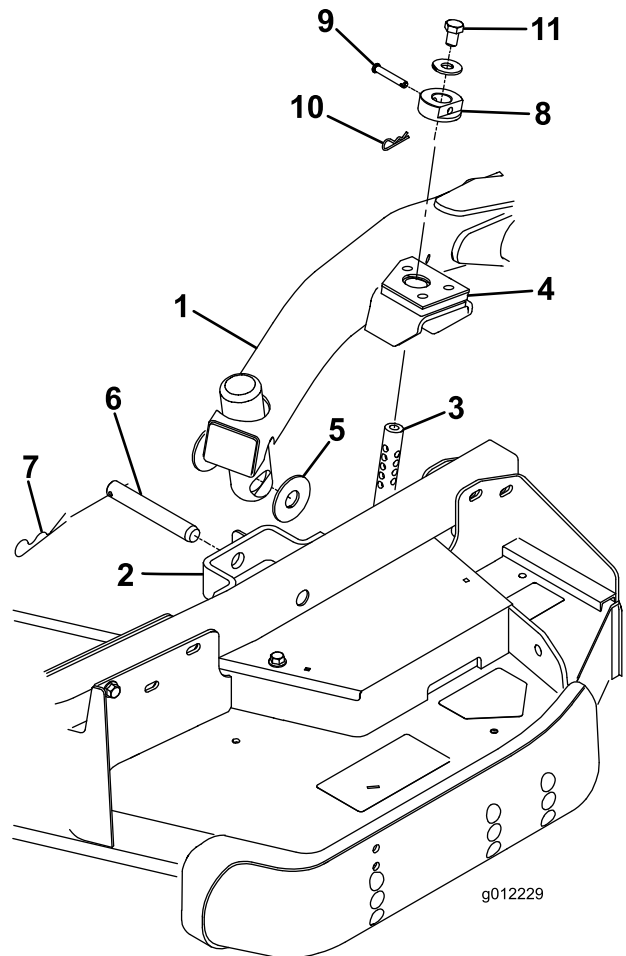

図 4
- 昇降レバーをフロート位置とする。昇降アームを押し下げて、昇降アームについている穴とキャスト・アーム・ブラケットについている穴を整列させ、昇降アームのパッドに刈高ロッドを挿入できるようにする (図 4)
- スラスト・ワッシャ 2 枚、クレビス・ピン、ヘアピン・コッターを使って、昇降アームをキャスト・アームに固定する。スラスト・ワッシャは昇降アームとキャスト・アーム・ブラケットの間に入れる (図 4) コッター・ピンを、キャスト・アーム・タブのスロットに差し込んで固定する。
7. 刈高ロッドに刈高カラーを取り付け、クレビス・ピンとヘアピン・コッターで固定する (図 4) クレビス・ピンの頭をデッキの前面に向けておく。
8. 各刈高ロッドの上部に 1/2 x 3/4" ボルトとワッシャを取り付ける (図 4)。